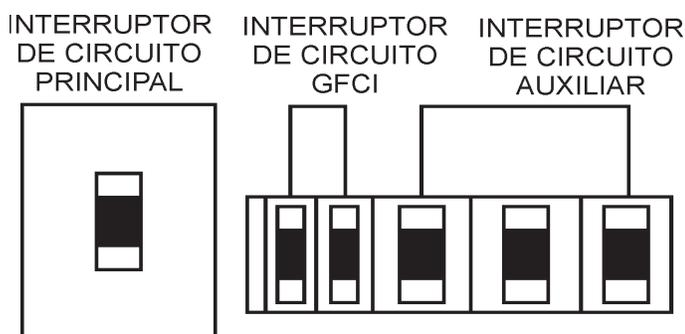

Figura 38. Interruptores de Circuito (APAGADO) Principal, Auxiliar and GFCI
1. Use el **principal, G.F.C.I.,** e interruptor auxiliar (Figura.38) en la posición **APAGADO** antes de encender el motor.
1. Coloque los dos interruptores de circuito **PRINCIPAL**, **GFCI** y **CARGA** como muestra la figura 38 en “**APAGADO**” posición.